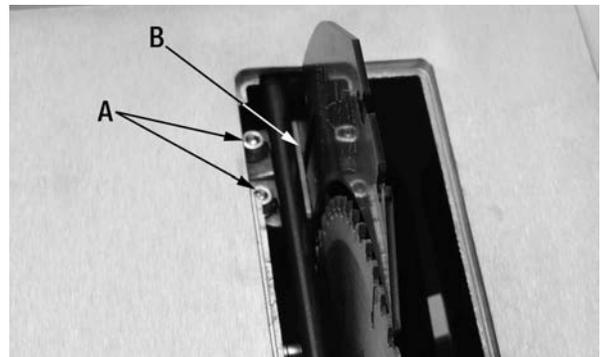

FIGURE 8
- 2) Si un ajustement est nécessaire, desserrez les 2 boulons à tête cylindrique (A) Fig.8 qui retiennent le support de montage (B). Ajustez la position de la lame à fendre vers la droite ou vers la gauche jusqu'à ce qu'elle soit parfaitement alignée avec la lame. Resserrez les boulons à tête cylindrique.